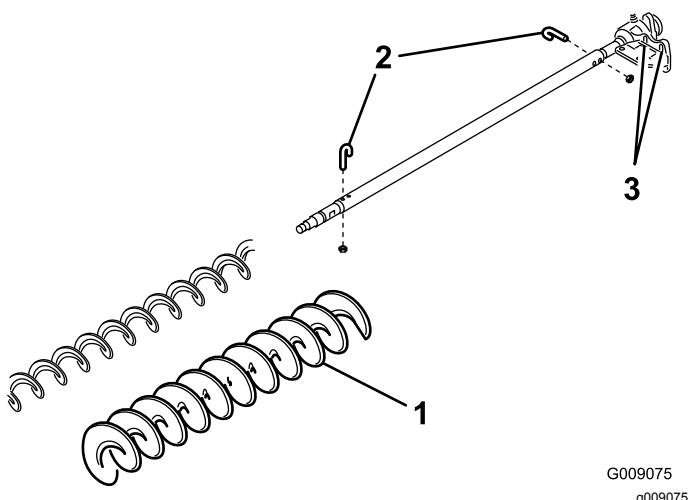

Figura 38
3. Remova os dois pernos em J e porcas (Figura 38).
4. Deslize a escova existente para fora do eixo da escova (Figura 38).
5. Desaperte os dois parafusos, anilhas e porcas que prendem a caixa de rolamentos da transmissão ao suporte de montagem da caixa de rolamentos (Figura 38).
6. Deslize a escova de elevada altura de corte ou escova HD para o veio da escova (Figura 38).
7. Prenda a escova ao eixo com os dois pernos em J e porcas previamente removidos (Figura 38).